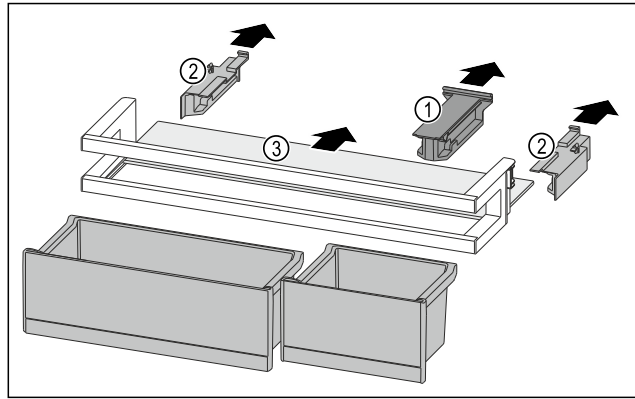

Fig. 228
- ▶ Halteteil Fig. 228 (1) abziehen.
- ▶ Seitenteile Fig. 228 (2) abziehen.
- ▶ Abstellfläche Fig. 228 (3) entnehmen.